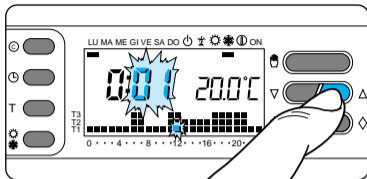

Fig. 18
3.3 - Pulse el botón  o  hasta llegar al valor correcto de los minutos (fig. 18).